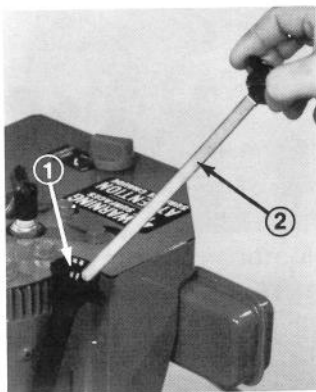

Abb. 14
4. Anhand nachstehender Tabelle Motoröl SAE 5W-20 oder SAE 10 langsam in die Einfüllöffnung giessen (Abb. 14 bzw. 15). Für den Motor ist hochwertiges HD-Öl der API-Klasse MS, SC, SD oder SE zu verwenden.
Schneefräse 5 PS (Abb. 14) 0,6 Ltr.